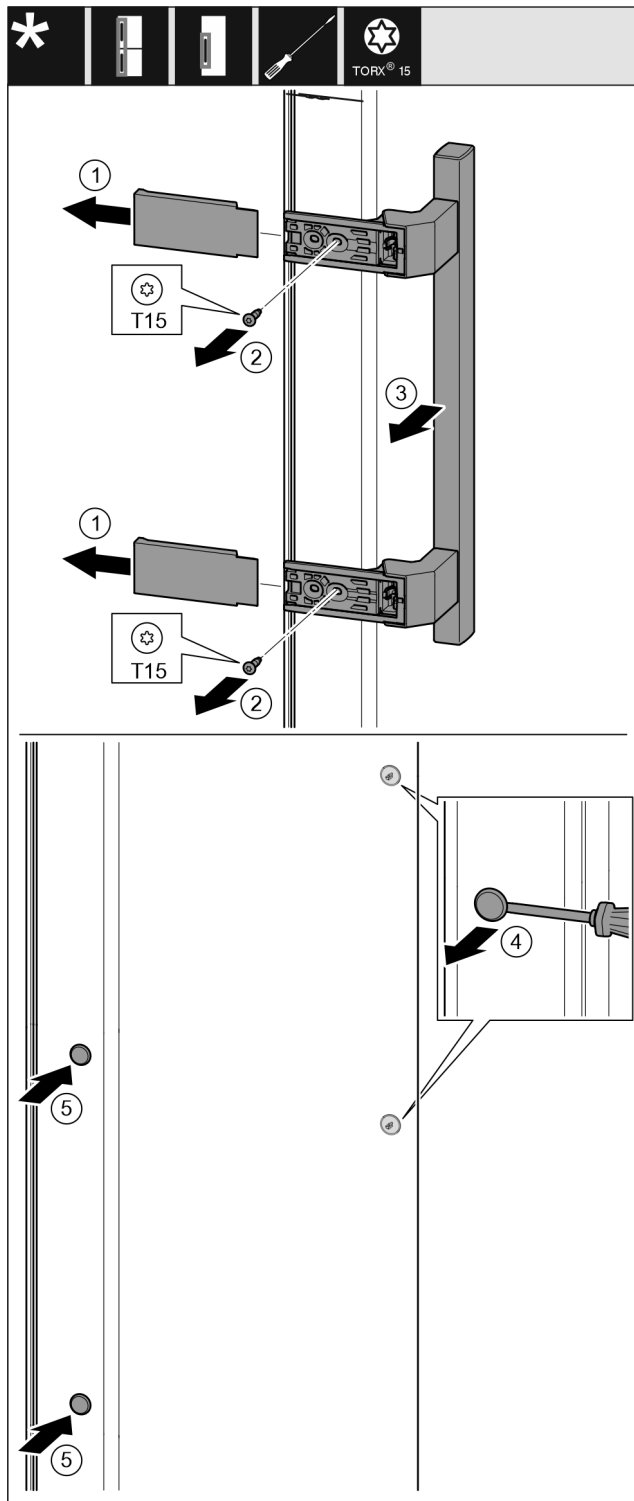

Fig. 39
- ▶ Vedä suojus irti. Fig. 39 (1)
- ▶ Kierrä ruuvit irti T15-ruuvimeisselillä. Fig. 39 (2)
- ▶ Irrota kahva. Fig. 39 (3)
- ▶ Kohota sivussa olevia nastoja varovasti uraruuvimeisselillä ja vedä ne ulos. Fig. 39 (4)
- ▶ Aseta nastat paikoilleen toiselle puolelle. Fig. 39 (5)